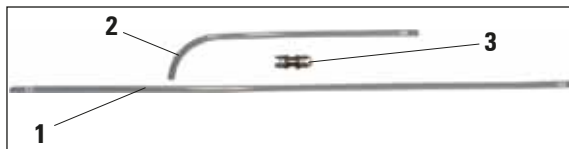
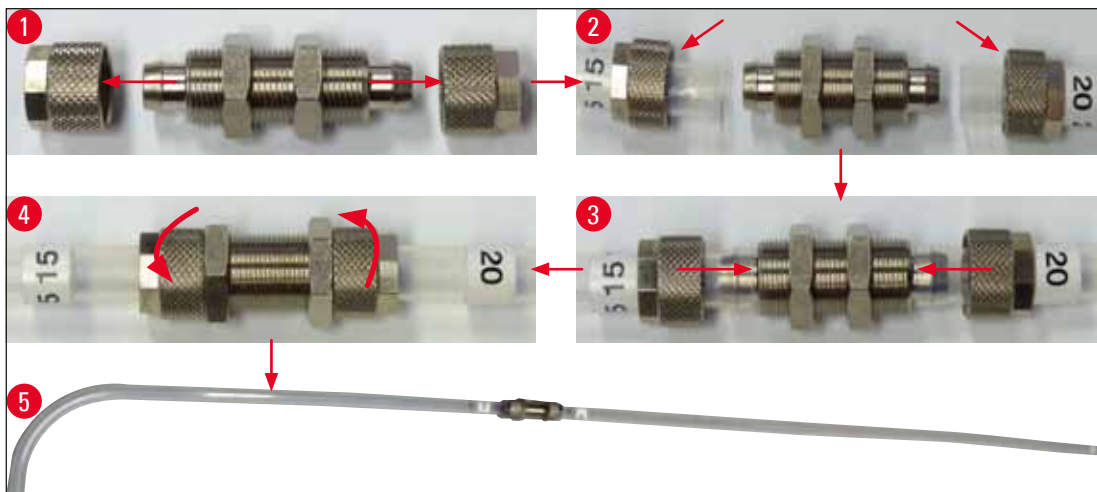

Fig. 88
Fig. 89
- 1 tubo dritto contrassegnato con "20" (Fig. 88, 1)
- 1 tubo angolato contrassegnato con "15" (Fig. 88, 2)
- 1 giunto (Fig. 88, 3)
1. Svitare entrambi i dadi (Fig. 89, 1) dal giunto (Fig. 88, 3).
2. Inserire un dado sul tubo contrassegnato con "20" e l'altro sull'estremità dritta del tubo contrassegnato con "15" (Fig. 89, 2).
3. Inserire l'estremità dritta del tubo contrassegnato con "15" su uno dei nipples del giunto e il tubo contrassegnato con "20" sul nipplo opposto. Assicurarsi che entrambi i tubi siano stati spinti completamente sui nipples (Fig. 89, 3).
4. Infine, avvitare saldamente entrambi i dadi sulla filettatura (Fig. 89, 4) del giunto per assicurare i tubi (Fig. 89, 5).